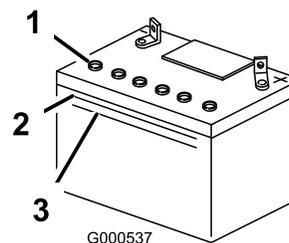

Figure 39
1. Observez le côté de la batterie. Le niveau de l'électrolyte doit atteindre le trait supérieur (Figure 39). Le niveau d'électrolyte ne doit pas descendre au-dessous du trait inférieur (Figure 39).
3. Enlevez les bouchons d'aération de la batterie (Figure 39).
4. Versez de l'eau distillée avec précaution dans chaque élément jusqu'au repère supérieur (Figure 39) sur le côté de la batterie.
6. Au besoin, ajoutez de l'eau distillée pour amener le niveau jusqu'au repère supérieur sur le côté de la batterie (Figure 39).